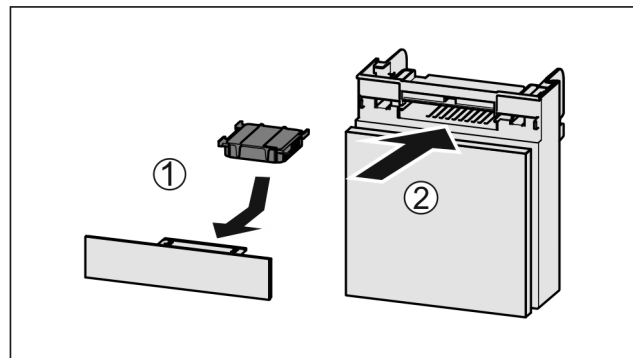

Fig. 167
- Insérer le filtre à charbon actif d'après le schéma Fig. 167 (1).
- Insérer le compartiment Fig. 167 (2).